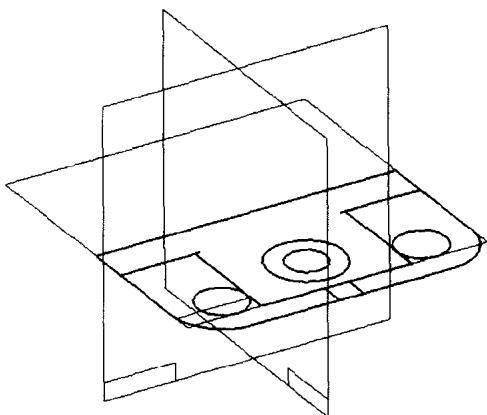

图 1-27
7. 单击 [ ] 按钮结束二维草图，返回零件设计环境（如图 1-27 所示）。